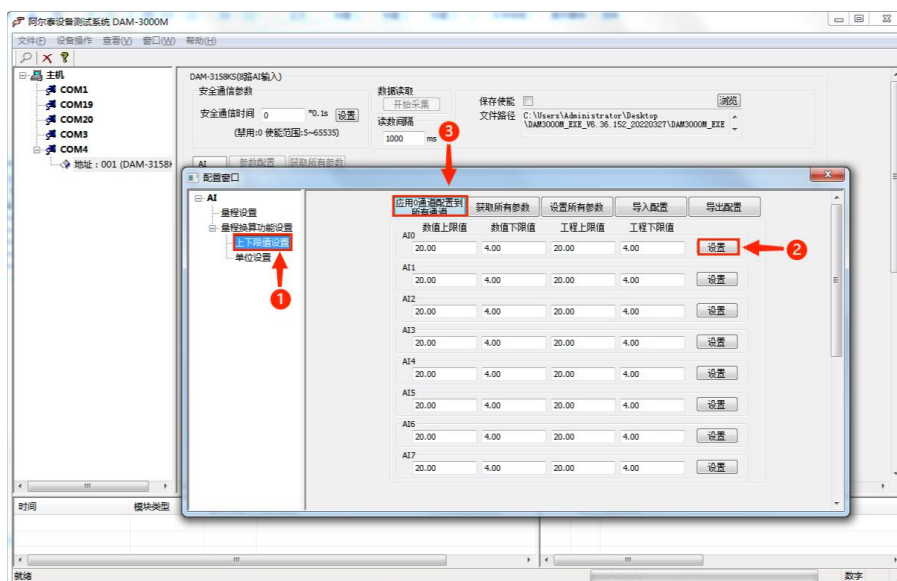

图 32
点击“上下限值设置”图 32-①，在相应通道填写数值上下限值和工程上下限值，点击“设置”图 32-②则该通道上下限值设置完成，若将 0 通道设置值应用到所有通道点击“应用 0 通道配置到所有通道”图 32-③，配置完成后打开开始采集效果如图 35。